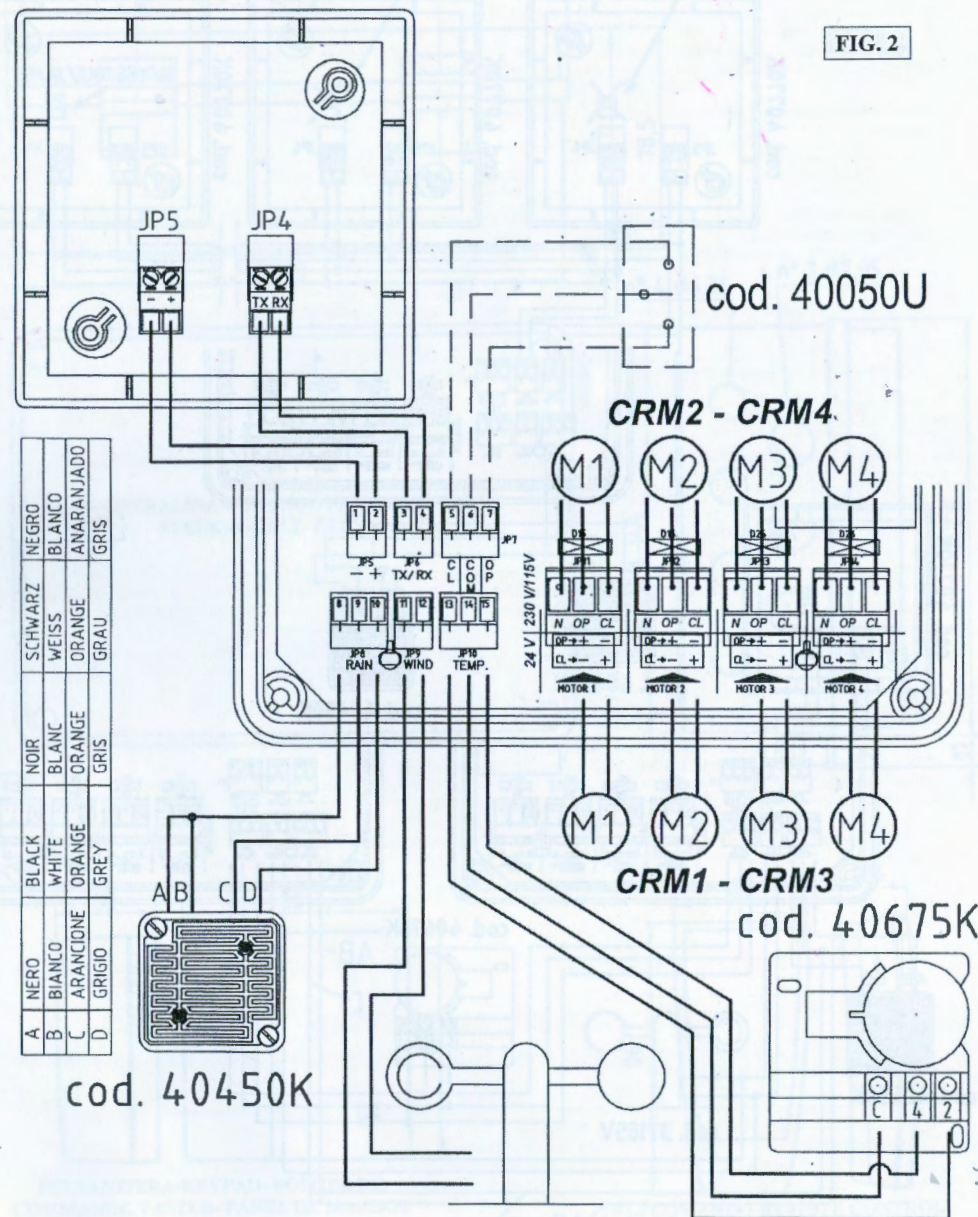

FIG. 2
1) Über die Fernbedienungs-Taster KP (Art.-Nr. 40770K) und/oder über die Fernbedienung RC (Art. Nr. 40771L) - ABB. 2
2) Über Taste Art. Nr. 40050U (oder über handelsübliche Taster) – ABB. 2
STEUERUNG MITTELS WETTER- UND/ODER TEMPERATURMESSUNG – ABB. 2